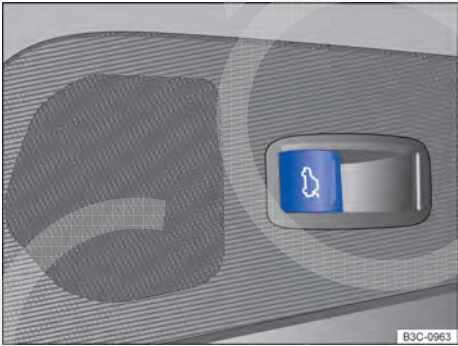

Fig. 36 Na porta do condutor: botão de destravamento da tampa traseira.
- OU: puxar o botão  da porta do condutor para cima $\Rightarrow$ Fig. 36. O botão da porta do condutor também funciona com a ignição desligada.
- **OU:** puxar o botão  da porta do condutor para cima ⇒ Fig. 36.
- Botão  da porta do condutor ⇒ Fig. 36.